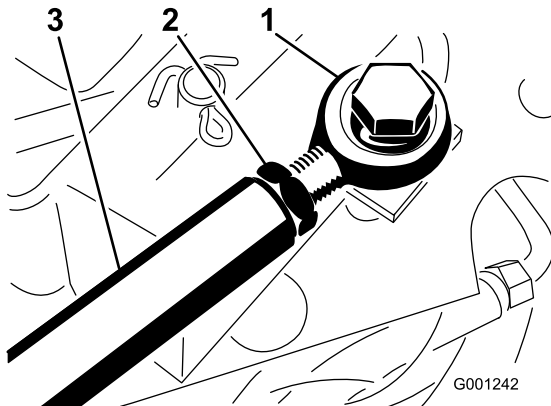

Figura 77
Si el pedal de tracción requiere más ajuste, ajuste la varilla de tracción (Figura 77) del siguiente modo:
2. Afloje la contratuerca que fija el extremo de la varilla a la varilla de tracción (Figura 77).
4. Apriete la contratuerca (Figura 77) y fije la rótula al pedal de tracción con el perno y la tuerca que se retiraron anteriormente, para fijar el ángulo del pedal.